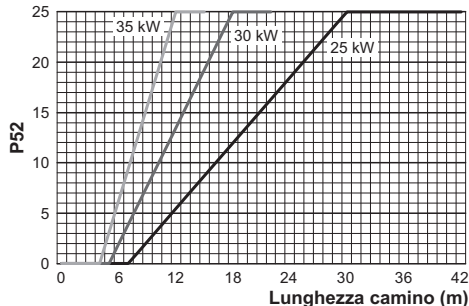
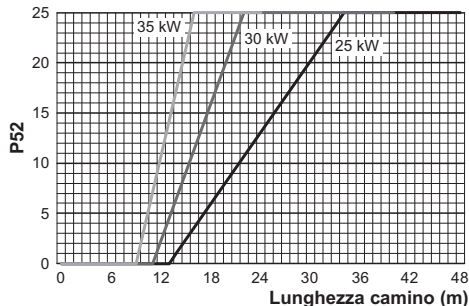

Figura 5.18
Figura 5.19
- Utilizzando i tasti 13 o 15 è possibile modificare il valore del parametro 52 da 00 a 25 (Figura 5.18 e Figura 5.19).